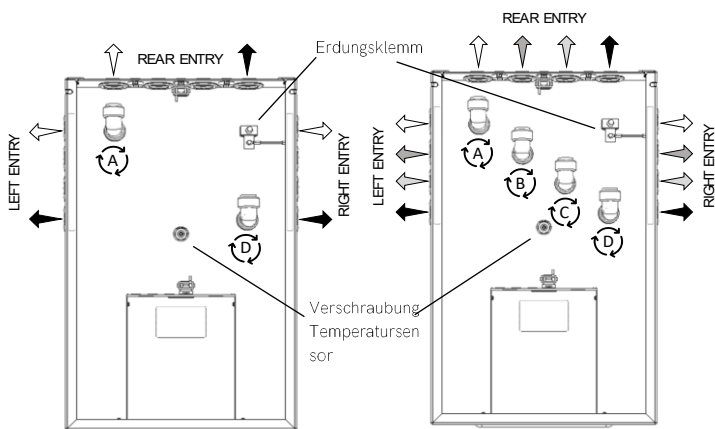

Abbildung 6 – Thermino ePlus-Anschlüsse (70-210 links, 300 rechts)
- Drehen Sie die Winkelstücke zu der Seite, an die Sie die Hydraulik anschließen möchten (links, rechts oder hinten) (Abbildung 6).
- Bei Thermino 70, 150 und 210 ePlus-Produkten muss der Kaltwassereinlass an Anschluss A und der Warmwasserauslass an Anschluss D (Abbildung 6 linke Seite) angeschlossen werden.
- Bei Thermino 300 ePlus-Produkten muss der Kaltwassereinlass in die Anschlüsse A und B und der Warmwasserauslass in die Anschlüsse C und D (Abbildung 6 rechte Seite) abgezwegt werden.